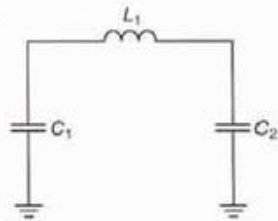

Fig. 10.12. Composición de la red de realimentación del oscilador Colpitts.
- El **oscilador Colpitts** se caracteriza porque su red de realimentación está formada por una bobina y dos condensadores (Fig. 10.12).